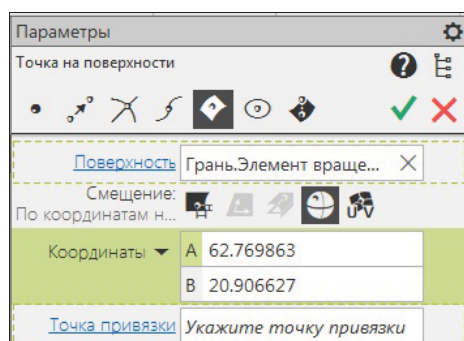

Рис. 20.20. Панель Параметры:
- ♦ укажите грань или плоскость. Наименование указанного объекта отобразится в поле **Поверхность** на панели **Параметры: Точка на поверхности** (рис. 20.20). Фантом точки появится в месте указания;